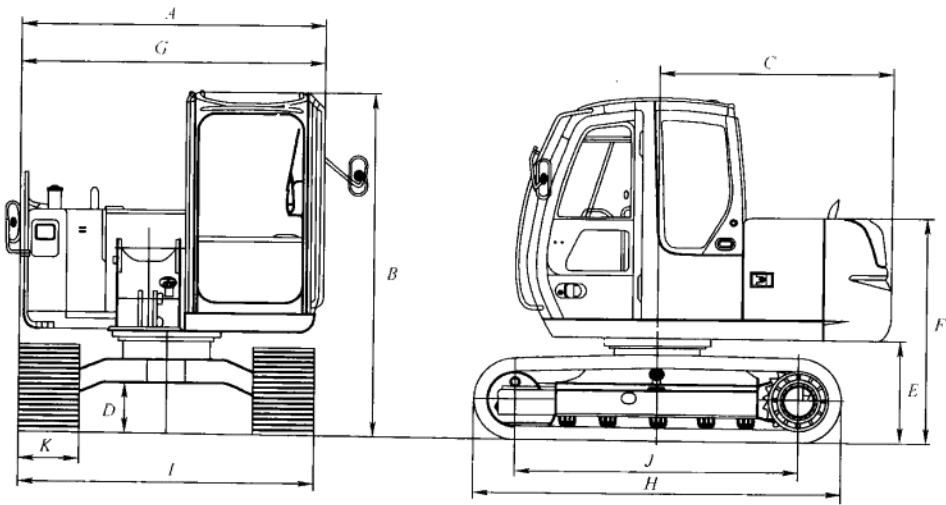

图 1-1 日立 ZAXIS70 型挖掘机尺寸图
1) 日立 ZAXIS70 型挖掘机尺寸图如图 1-1 所示。日立 ZAXIS70 型挖掘机技术规格如表 1-1所示。